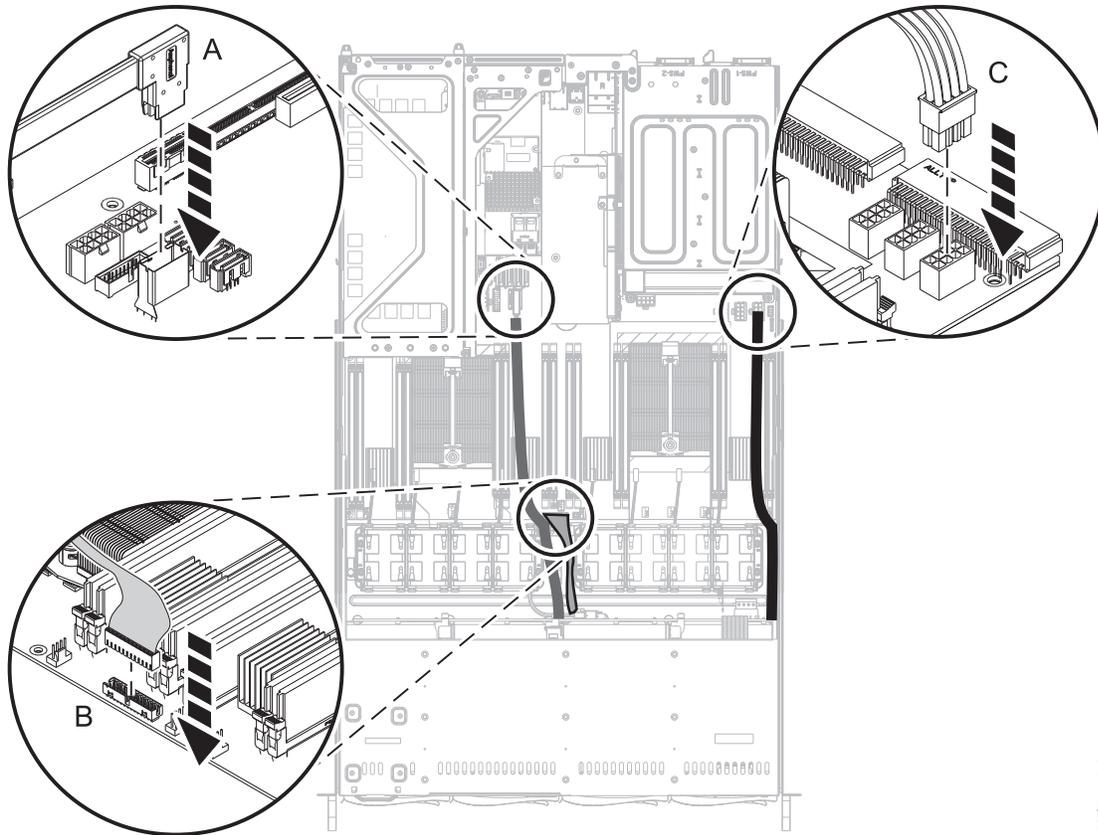

Abbildung 15. Signalkabel und Netzkabel des Laufwerks anschließen
6. Tauschen Sie die Signalkabel des Laufwerks (**A**), (**B**) und das Netzkabel des Laufwerks (**C**) mithilfe der Kennzeichnungen an der Systemrückwandplatine aus (siehe Abb. 15 auf Seite 19). Stellen Sie sicher, dass die Kabelklemme am Anschluss einschnappt.